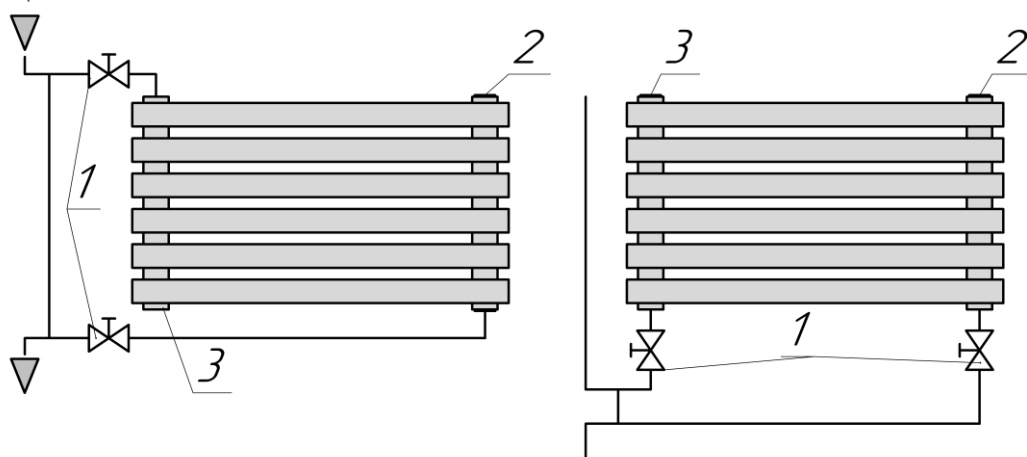
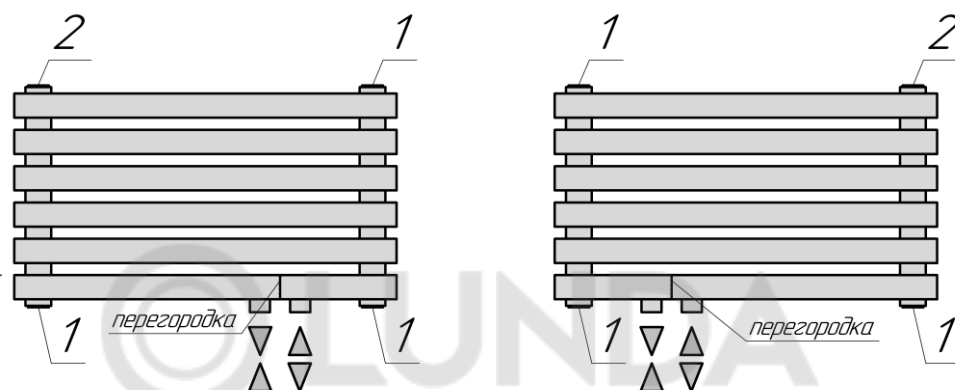

Рис.2. 1. Вентиль (кран). 2. Кран Маевского-воздухоотводчик. 3. Пробка глухая.
Рис. 4. 1. Пробка глухая. 2. Кран Маевского-воздухоотводчик.
2.2. Радиаторы выпускаются с разнесенным (седловым) нижним или диагональным подключением «ELLIPSE P H» (Рис.2, 3) или с правосторонним (левосторонним) нижним подключением с межсексовым расстоянием 50 мм «ELLIPSE P H R(L)» (Рис.4).
5.7. Схема разнесенного (седлового) подключения радиатора к однетрубной системе (Рис.2):
5.9. Схемы присоединения под арматуру нижнего подключения 50мм к двухтрубной системе отопления (Рис. 4): Подключение прямой и обратной магистрали - произвольное.